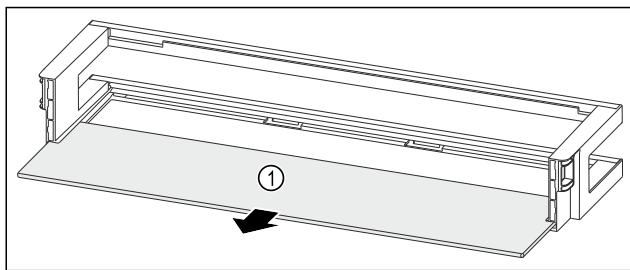

Fig. 139 Дверная полка со съемной полкой
- ▶ Извлеките съемную полку Fig. 139 (1).